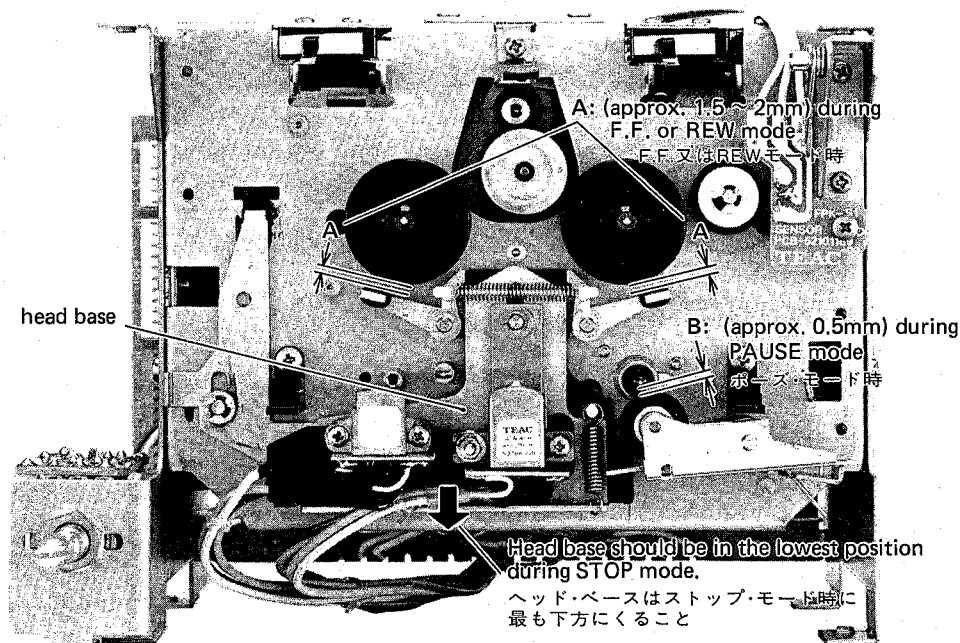

Fig. 4-2
- a) A clearance between brake drum and brake pad ("A" in fig. 4-2) of approx. 1.5 to 2 mm.
2. Set the deck to PAUSE mode and observe the clearance between the pinch roller and capstan shaft ("B" in fig. 4-2). It should be approx. 0.5 mm.
- ・ブレーキ・ドラムとブレーキ・パッドのすき間 (図4-2の A) が約1.5mm~2mmであること。
2. ポーズ・モードの時にピンチ・ローラとキャプスタン・シャフトの間隔 (図4-2の B) が約0.5mm であるか確認する。